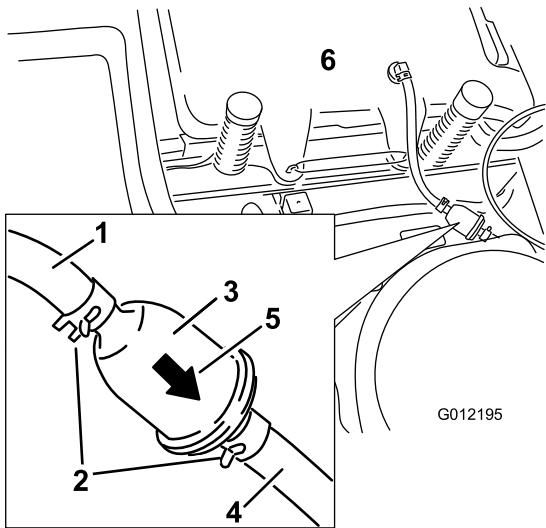

Figura 34
4. Apriete los extremos de las abrazaderas y deslícelas por el tubo alejándolas del filtro (Figura 34).
6. Instale un filtro nuevo – la flecha que indica el sentido de flujo debe apuntar hacia el motor. Acerque las abrazaderas al filtro (Figura 34) para sujetarlo.